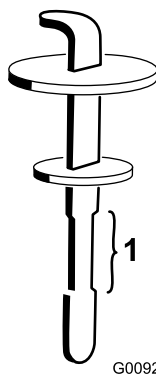

図 131
5. 補給口の首からディップスティックを抜き、ウェスできれいに拭く。もう一度首に差し込んで引き抜き、オイルの量を点検する 図 131。